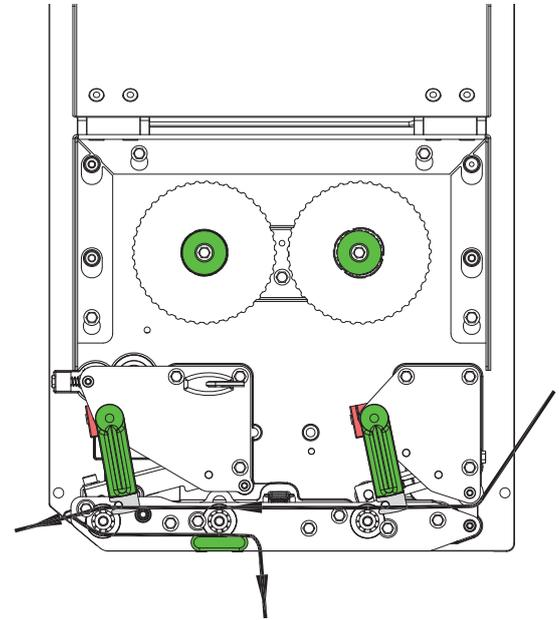

Figura 8 Transcurso de las etiquetas
2. Girar las palancas (3) y (10) en el sentido contrario al de las agujas del reloj, abriendo de este modo el cabezal de impresión (1) y el sistema de retroceso (9).
3. Deslice hacia afuera cuanto sea posible las arandelas de guía (4), de modo que el material quepa entre la pared de montaje y las guías.
4. Introducir la tira de etiquetas (8) según la figura 8 hasta el borde dispensador (2), y deslizarla hasta el tope de la pared de montaje. La cara de las etiquetas que tiene que ser impresa tiene que mirar hacia arriba.
5. Para poder trabajar en el modo de dispensador, deslizar las etiquetas más allá del borde dispensador, de modo que la tira llegue por la parte de atrás hasta el sistema de apriete (5). Retirar las etiquetas del material de soporte que sobresalga.
6. Girar las palancas (3) y (10) hasta el tope en el sentido de las agujas del reloj, cerrando de este modo el cabezal de impresión (1) y el sistema de retroceso (9).
7. Deslizar las arandelas de guía (4) contra el borde de la tira de etiquetas.